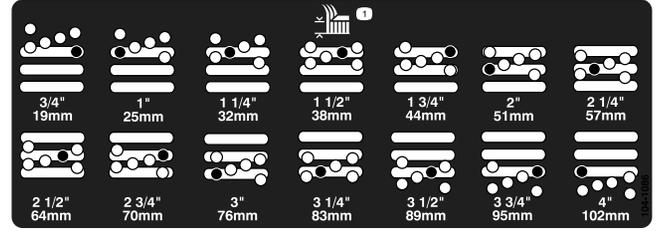

Figure 5
5. Placez la chambre à la hauteur de coupe voulue et mettez l'entretoise dans le trou et la fente correspondant à la hauteur de coupe désignée (Figure 5).